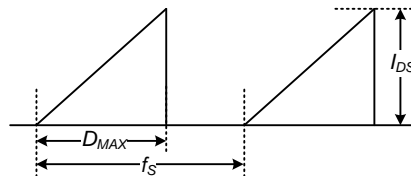

图 4. 重复峰值开关电流
- 假定感性负载时重复峰值开关电流：受最大占空比 ($D_{MAX} = 0.73$) 和结温的限制（参见图 4）。